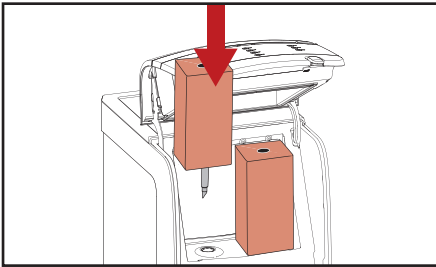

Abb. 4.1 - Einsetzen Produkt-Pack
4. Setzen Sie das Produkt-Pack ein (Abb. 4.1).